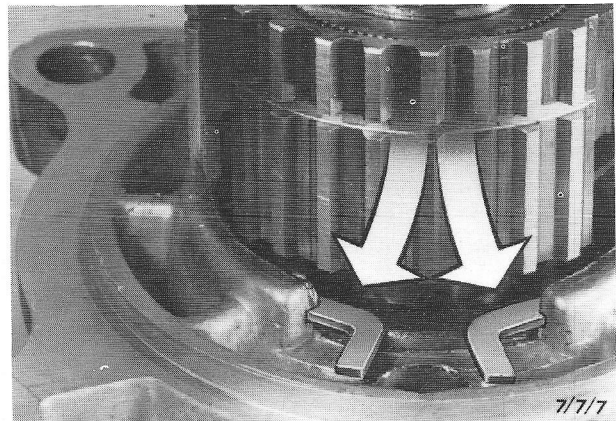

Fig.52 Hoofdaslagerborgveer uit staartstuk verwijderen.
19. Licht de borgveer voor de hoofdas uit de groef in het staartstuk (fig.52) en klop de complete hoofdas met een zachte hamer uit het staartstuk.